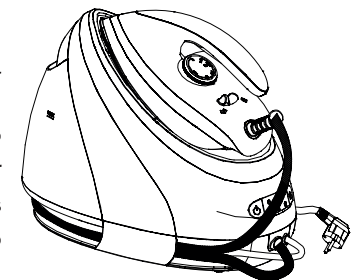

FIGURA 5
4. Coloque la plancha sobre el soporte y bloquéela (consulte el párrafo «Sistema de bloqueo de la plancha»). **Deje enfriar completamente el centro de planchado (plancha y caldera) antes de guardarlo** en un lugar seguro, resistente al calor y a la humedad. Enrolle los cables de red eléctrica y de vapor alrededor del centro de planchado para guardarlos (ver figura 5 contigua).